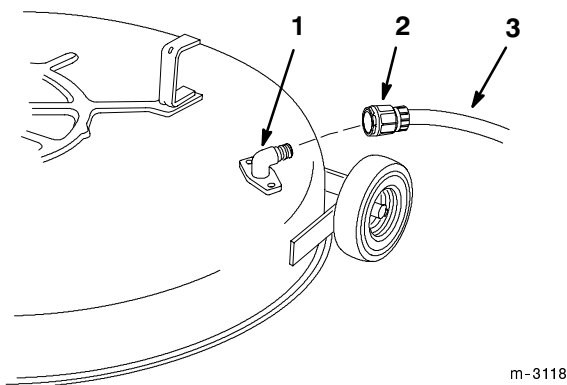

Figure 52
2. Vissez le raccord de lavage à l'embout de lavage du carter de tondeuse, et ouvrez l'eau en grand (Fig. 52).